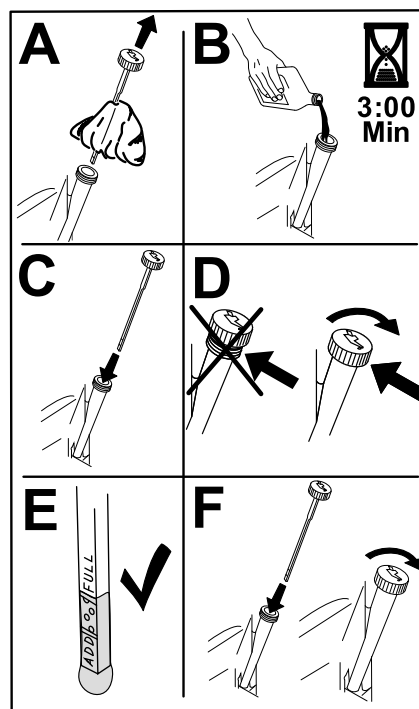

図 43
5. 所定量の 80% 程度のオイルを、オイル補給口からエンジンに入れ、その後に残りを継ぎ足してディップスティックの Full マークまでオイルを入れる 図 43。